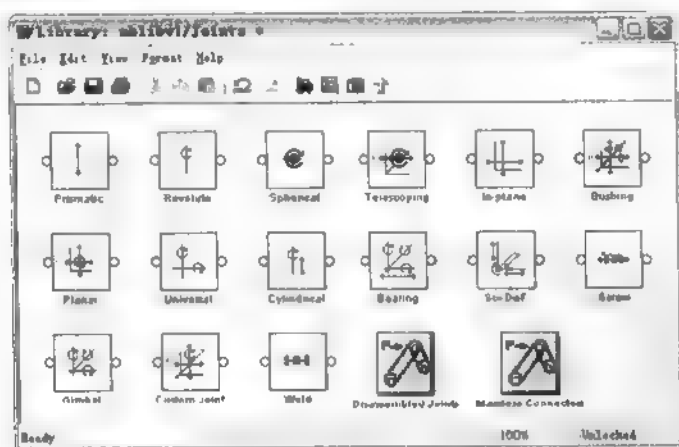
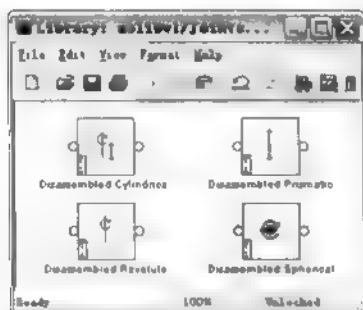
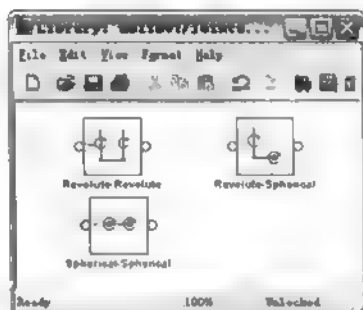

图 17.3 运动铰模块组
图 17-4 Disassembled Joints 模块组
图 17-5 Massless Connectors 模块组
双击此模块，弹出如图 17.3 所示模块组。此模块组中提供了各种运动铰，利用这些运动铰就可以将刚体构件连接起来。其中包括单自由度运动铰(Prismatic)、单自由度转动铰(Revolute)、球面铰(Spherical、有三个自由度)、平面铰(Planar)、万向铰(Universal，旋转两个角度)、柱面铰(Cylindrical)、万向铰(Gimbal，旋转三个角度)、自定义铰(Custom Joint)、刚结点(Weld)。还有 Telescoping(一个方向移动，一个方向转动)、In-plane(平面内移动)、Bushing(三个方向移动，三个方向转动)、Bearing(一个方向转动)、Six-Dof(六个自由度)、Screw(螺旋铰)。
- 双击 Disassembled Joints 模块单，弹出如图 17.4 所示模块组，其中模块是分解之后的铰，不同于图 17.3 中对应的铰，它们有不同的基准点。
- 双击 Massless Connectors 模块，弹出如图 17.5 所示模块组，其中模块是图 17.3 中对应铰的组合。